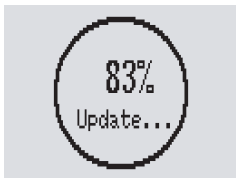

Figura 10 Actualización del firmware del dispositivo
3. Si es necesario actualizar el firmware más reciente, el dispositivo entrará en el proceso de actualización y la interfaz mostrará Actualizar... (Figura 10).